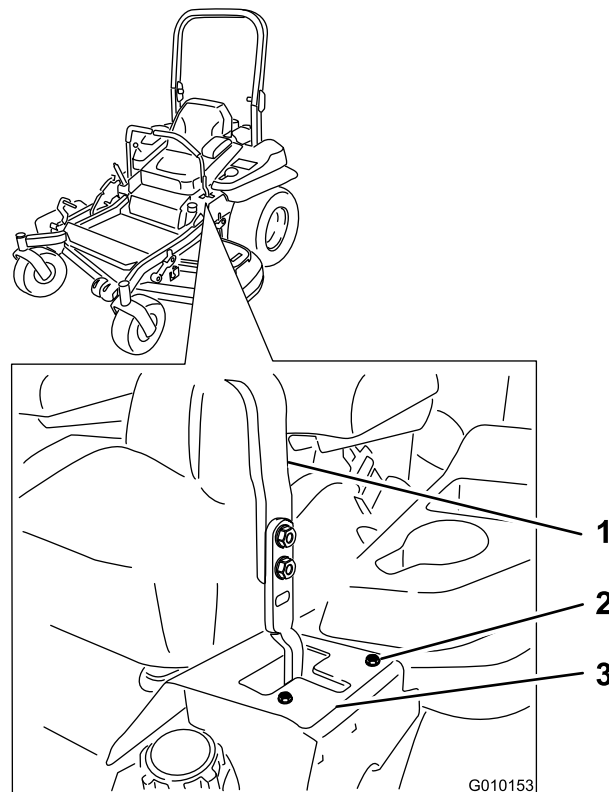

Figura 58
- Si se desvía hacia la izquierda, afloje los pernos y ajuste la chapa del tope derecho hacia atrás en la ranura en T de la derecha hasta que la máquina avance en línea recta (Figura 58).
- Apriete la chapa del tope (Figura 58).
- Si se desvía hacia la derecha, afloje los pernos y ajuste la chapa del tope izquierdo hacia atrás en la ranura en T de la izquierda hasta que la máquina avance en línea recta (Figura 58).